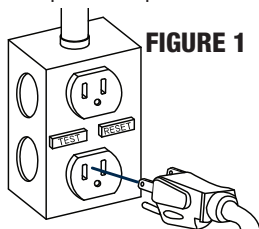

FIGURE 1
- Branchez la fiche dans une prise de 115 VCA mise à la terre. Nous vous recommandons fortement d'utiliser un disjoncteur de fuite de terre. Voir la figure 1.